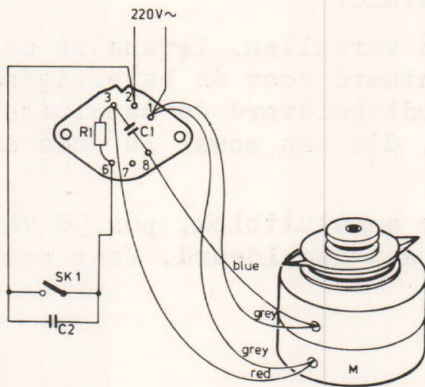

Fig. 3.
Hævning: Når lift-knappen stilles i stilling " ▽ " bevæges stangen pos. 92 fremad. Herved frigøres tilholderen pos. 94 og den vipper nu over i hvileposition mod "Y" på underchassis 105. Krogen på stangen 92 støder nu til fjederen 111, hvilket får stempelhuset 109 til at dreje. Da stempelhuset har forbindelse med armen pos. 100, bevæger denne sig følgelig udad. Dette får, på grund af den skrå profil, liften, og hermed pick-uparmen til at bevæge sig opad. Højden af liften kan justeres ved hjælp af skruv 2 på pladen 107 (se just. fig. 3).
Når løfteknappen settes i stilling " ▽ ", beveges løftestang 92 fremover. Følgelig; vippear 94 frigjøres og faller i trinn "Y" på plate 105. På denne måte stopper trinnet i en retning. Haken på enden av løftestang 92 beveger fjær 11 på smøre-kopp 109. Smørekoppen er koplet til betjeningsarm 100, som følgelig beveges utover. Løftearm 97 og PU-armen skyves oppover langsmed det hellende ytre sporet på betjeningsarmen. Løftehøyden kan justeres ved å skru plate 107 opp- eller nedover med skruv 2 (se justeringer - fig.3).